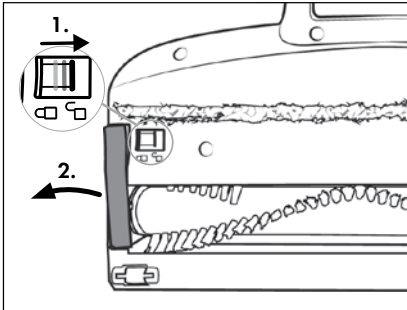

Abb. 29
- 2) Entriegeln Sie die Bürstenrolle 21, indem Sie die Bürstenrollenentriegelung 19 mit dem Finger in Richtung des Symbols  (öffnen) schieben. Entfernen Sie dann den Bürstenrollenhalter 20 von der Bodenbürste 22 (siehe Abb. 29).